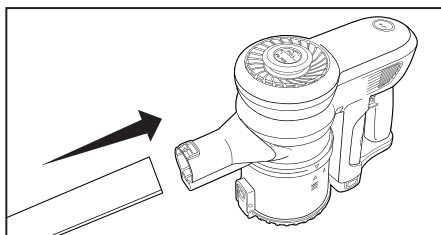

Fig. 1
1. Conecte el extremo macho de la varilla de metal a la aspiradora (fig. 1).